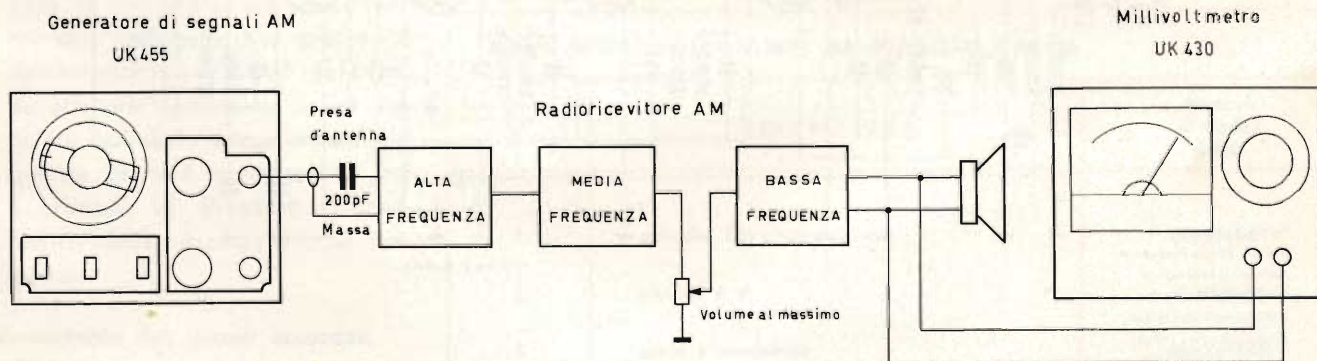

Fig. 7 - Schema di collegamento degli strumenti per l'allineamento dei circuiti ad alta frequenza del generatore
- Collegare gli strumenti come indica la fig. 7.